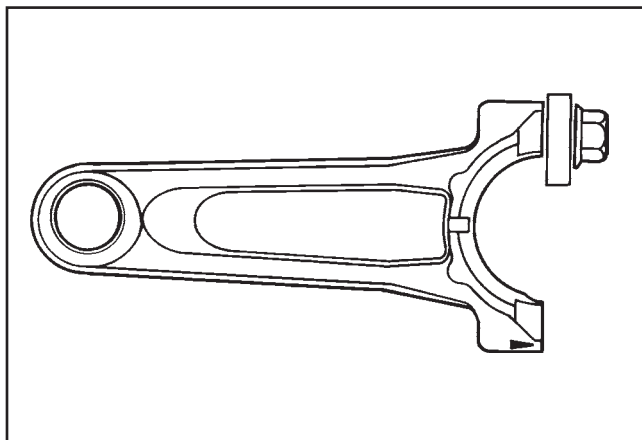

Abbildung 2-2. Kipphebel/Kurbelwellenwerkzeug.
4. Benutzen Sie eine Unterlegscheibe mit dem korrekten Innendurchmesser (für die Kopfschraube) und einem Außendurchmesser von etwa 1 Zoll (Kohler Teile-Nr. 12 468 05-S). Montieren Sie Kopfschraube und Unterlegscheibe an der Fugenoberfläche der Stange (siehe Abbildung 2-2).